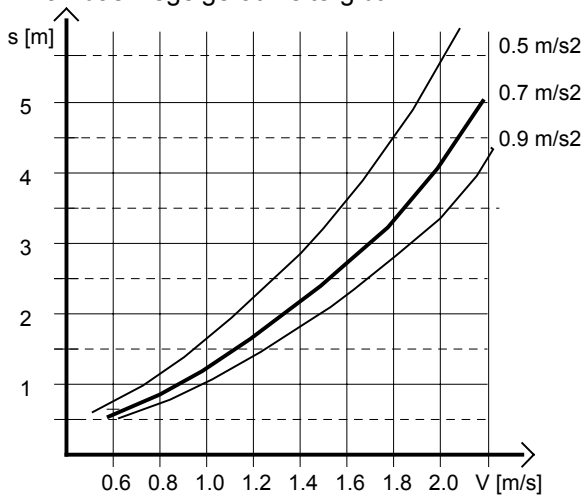

Bild 5.2 Bremsweg-Diagramm
a) Der Bremsweg kann aus dem **Diagramm** Bild 5.2 entnommen werden. Es ist dabei zu beachten, daß die eingezeichneten Werte nur für den Fall gelten, daß die Werkseinstellung für die Verrundung $R_NEG1 = 60\%$ und $R_NEG2 = 90\%$ unverändert bleibt. Zudem wird angenommen, daß die Steuerung die Abschaltpunkte unverzögert an das Regelgerät weitergibt.